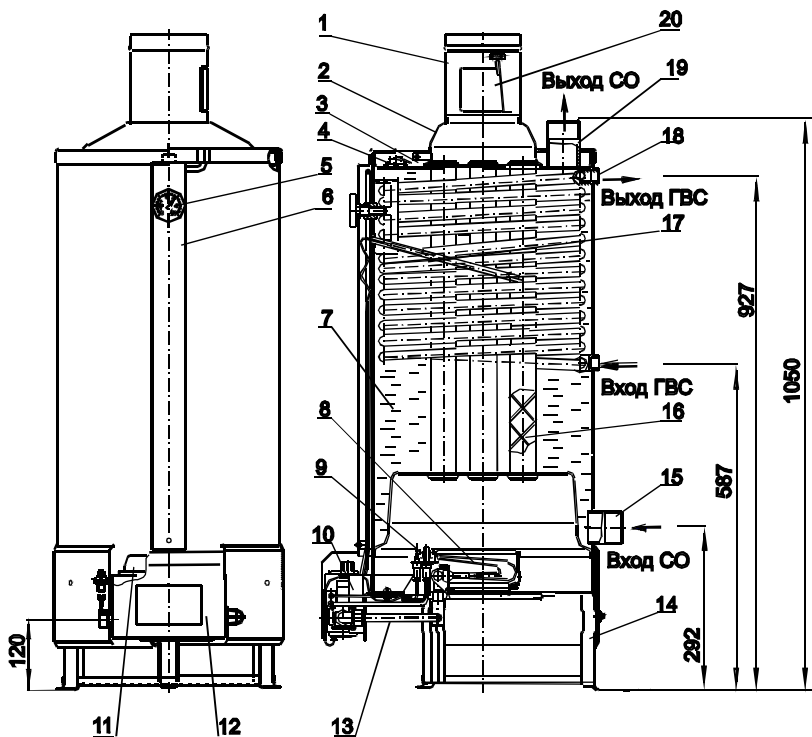
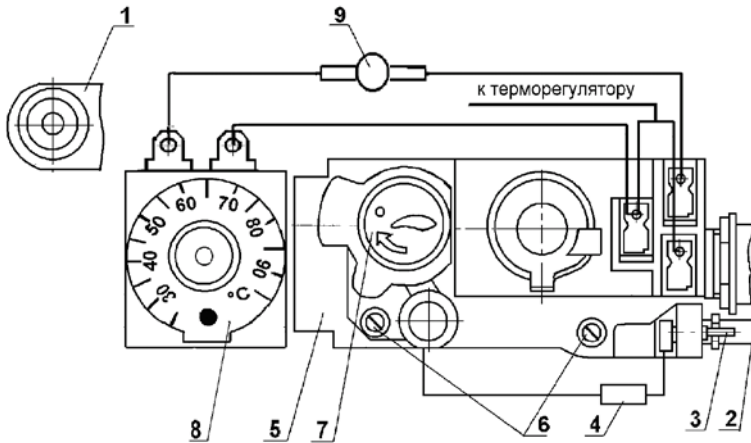
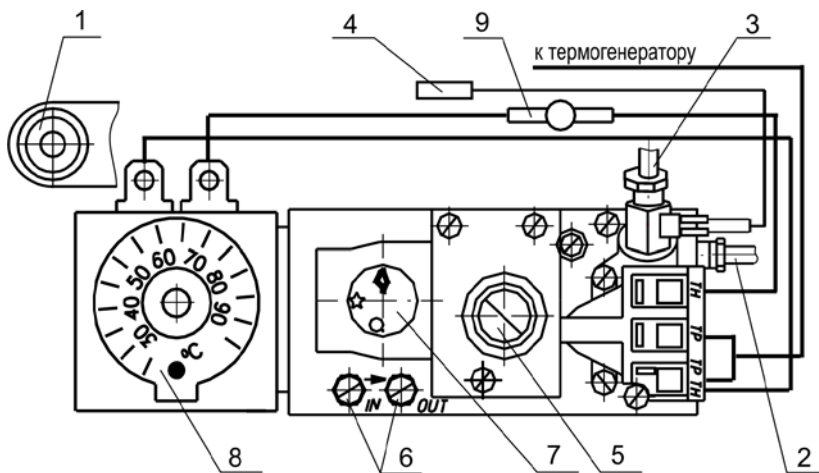
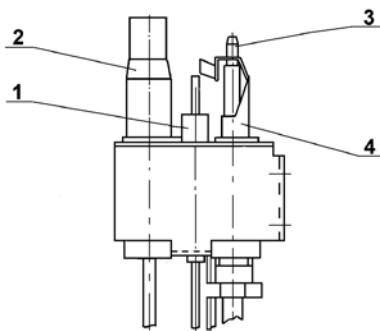

Рис.1 Аппарат комбинированный (отопительный) газовый бытовой Комфорт
Рис.2 Блок управления VS8620С “Honeywell”
Рис.3 Блок управления SIT 820 NOVA
Рис.4 Устройство запальное
4.2 Блок автоматики 5 (Рис.2) VS8620С или блок автоматики 5 (Рис.3) SIT 820 NOVA представляет собой электромеханическое устройство и служит для подачи газа к запальнику и горелке, регулирования температуры воды в аппарате и автоматического отключения подачи газа при:
4.3 Термостат 8 (Рис.2) или (Рис.3), соединенный проводами с блоком и автоматикой по перегреву 4 (Рис.1), обеспечивает автоматическое плавное включение основной горелки, а при достижении заданной температуры воды в теплообменнике производит полное отключение основной горелки.
4.4 Автоматика по перегреву 9 (Рис.2) или (Рис.3) (термостат предельного нагрева), соединенная проводами с блоком VS8620C или блоком автоматики SIT 820 NOVA и термостатом 8 (Рис.2) или (Рис.3), обеспечивает автоматическое предохранительное отключение подачи
газа на основную горелку при достижении температуры воды в баке-теплообменнике аппарата $93 \text{ }^\circ\text{C} \pm 100 \text{ }^\circ\text{C}$ (в случае выхода из строя термостата 8 (Рис.2) или (Рис.3) или ошибочной настройки его на температуру выше $90 \text{ }^\circ\text{C}$).
4.5 Тягопрерыватель 1 (Рис.1) предназначен для автоматической стабилизации величины разрежения в топке аппарата, т.е. уменьшения влияния колебания величины разрежения в дымоходе на тягу в топке аппарата.
4.6 Автоматика по тяге состоит из датчика тяги (биметаллическая пластина с микровыключателем), укрепленного на крышке бака, и проводов, соединяющих микровыключатель с блоком автоматики 5 (Рис.2) или (Рис.3).
4.7 Устройство запальное Рис.4 предназначено для крепления запальника, термогенератора, термопары, свечи пьезорозжига и розжига основной горелки.
5.9 Во избежание самопроизвольного срабатывания датчика тяги кожух 2 (Рис.1) не должен касаться биметаллической пластины датчика тяги.
6.12 Проверьте работу пьезорозжига. При нажатии на кнопку пьезорозжига 1 (Рис.2) или (Рис.3) должна проскакивать искра между электродом свечи пьезорозжига 1 (Рис.4) и запальником 4 (Рис.4).